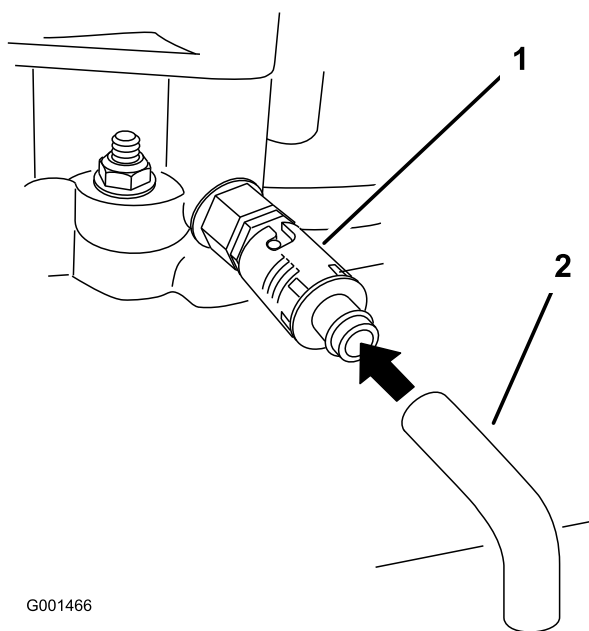

Figura 23
6. Collocate una bacinella sotto il tubo di spurgo. Girate la valvola di spurgo dell'olio per lasciare defluire l'olio (Figura 23).
8. Togliete il tappo di spurgo (Figura 23).